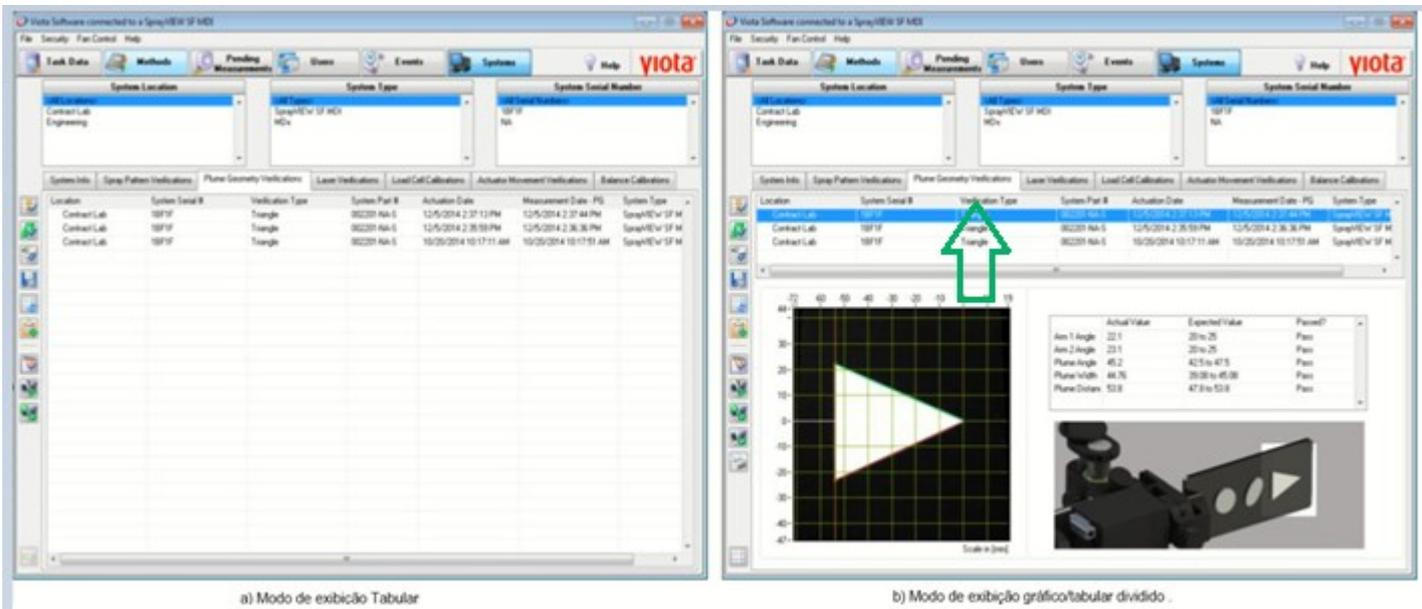

Figura 50. Guia verificação de Geometria de Pluma.
geometria da pluma é utilizado pelo software Viota para verificar se o sistema SprayVIEW, mede dentro de tolerâncias aceitáveis, os atributos da forma triangular no alvo de verificação do sistema, conforme Figura 50.
c) Aprove um Registro de Resultado de Verificação de Geometria de Pluma, com as permissões apropriadas, aprove um registro de verificação de Geometria de Pluma quando no modo de exibição dividido gráfica/tabular, conforme Figura 50.